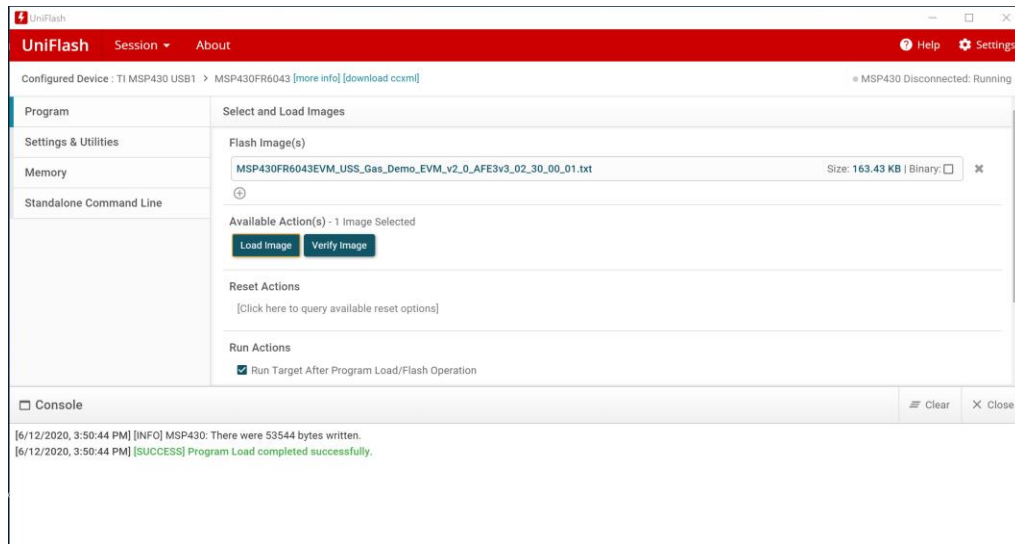

图 5 UniFlash 下载固件
- 点击 Load Image。如图 5 所示，显示固件下载成功。